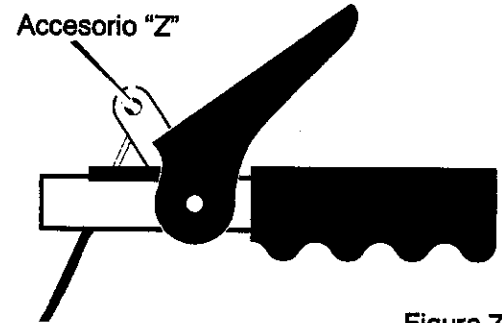

Figura 77
**Para asegurarse de que estén bien ajustados, suelte el accesorio "Z" en la palanca de propulsión (Figura 77).**
5. Desconecte el **accesorio "Z"** de la **palanca de propulsión** (Figura 77).
11. Instale el **gancho "Z"** en la **palanca de propulsión** (Figura 77).